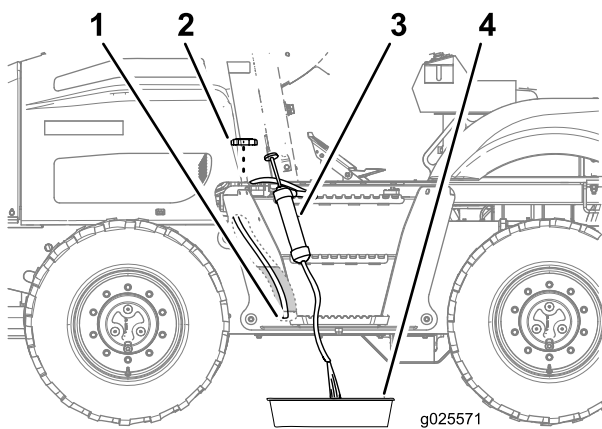

Figura 72
1. Rimuovete il tappo dal serbatoio del carburante (Figura 72).
- Inserite il flessibile di ingresso dell'attrezzatura per il pompaggio attraverso il bocchettone di riempimento del serbatoio del carburante e verso il fondo dello stesso (Figura 72).
- Dirigete il flessibile di scarico dell'attrezzatura per il pompaggio in una bacinella (Figura 72).
- Montate il tappo carburante sul bocchettone di riempimento del serbatoio del carburante (Figura 72).